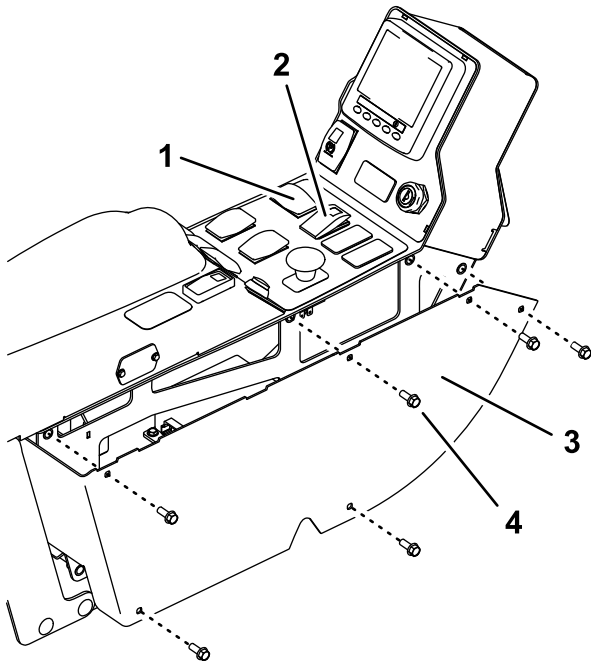

Figure 3
1. Retirez les 6 boulons de la console et déposez le panneau (Figure 3).
2. Débranchez les connecteurs de l'interrupteur des feux de détresse et du commutateur des clignotants (Figure 3).
7. Montez le panneau (Figure 3).